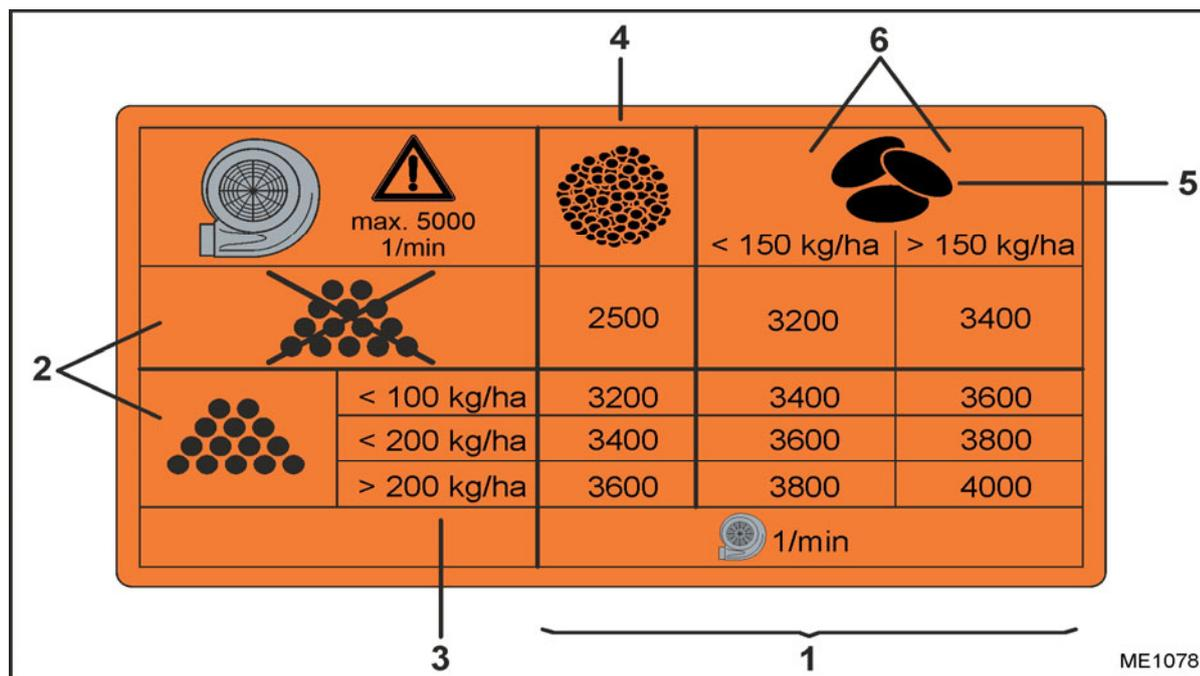

Fig. 161
Le régime nécessaire de la turbine (Fig. 161/1) dépend de
- avec ou sans engrais (Fig. 161/2)
- du débit de l'engrais (Fig. 161/3)
- petites semences (Fig. 161/4), par ex. colza ou graminées
- céréales ou légumineuse (Fig. 161/5) et du débit (Fig. 161/6)
- Débit d'engrais : 150 kg/ha (Fig. 161/3)
- Débit de céréales : 130 kg/ha (Fig. 161/6)